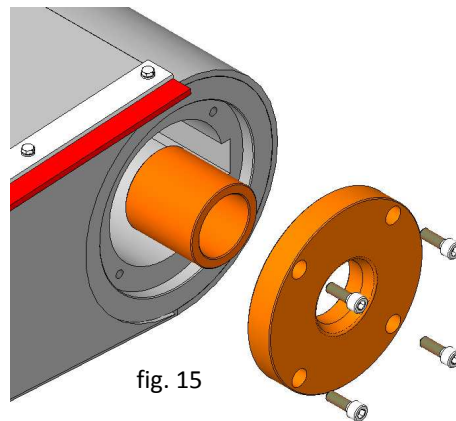

fig. 15
8. Retirer la rondelle de soutien inférieure et la douille de guidage inférieure (fig. 15). Nettoyer ensuite leur logement.